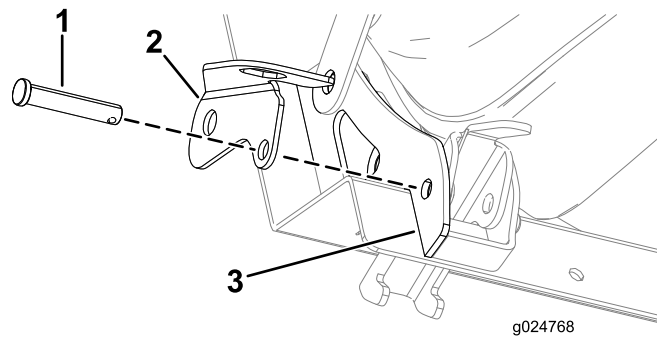

Figura 56
3. Insira parcialmente o passador de forquilha através do suporte do bloqueio (Figura 56).
4. Alinhe o suporte de bloqueio e o passador de forquilha através do furo da placa de reforço exterior do banco (Figura 56).